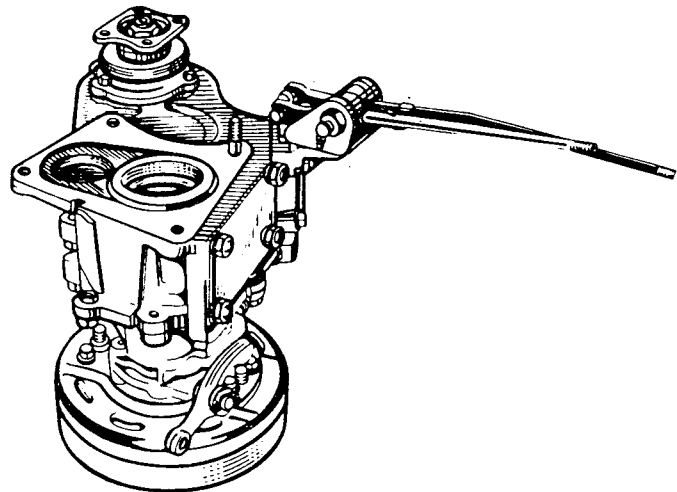

Bild 121. Verteilergetriebe mit Dichtbeilage
4. Dichtbeilage über die Stiftschrauben des Verteilergetriebes schieben (Bild 121).